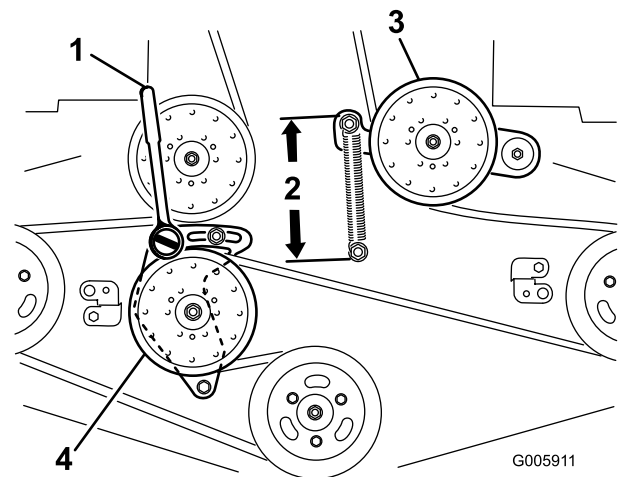

Figure 85
6. Desserrez le bras de la poulie de renvoi fixe pour détendre la courroie (Figure 85).
9. Insérez une douille courte avec manche à rochet ou une barre de levier dans le trou carré du bras de la poulie de renvoi fixe (Figure 85).
11. Pour augmenter la tension de la courroie, tournez le manche à rochet ou la barre de levier dans le sens antihoraire pour déplacer le bras de poulie fixe jusqu'à ce que les crochets du ressort soient espacés de 16,5 cm (Figure 85).